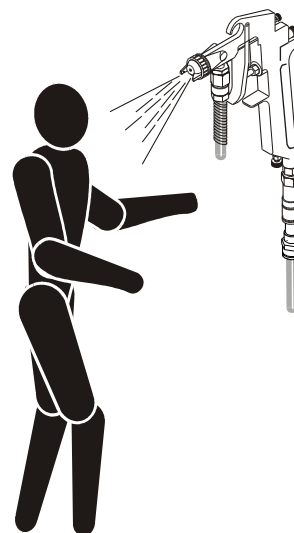

Fig.39
7) La pistola a spruzzo **NON deve essere MAI** rivolta verso le persone (fig.39) o oggetti non interessati alle operazioni di lavoro. Qualsiasi operazione va compiuta con la pistola rivolta verso terra.